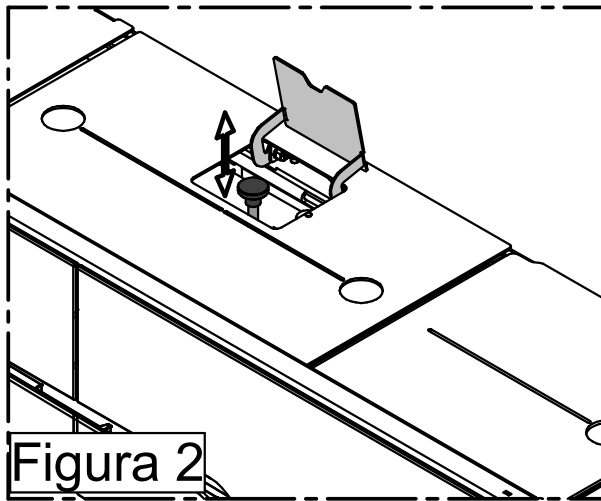

Figura 2
- Azionare energicamente la leva raschiatubi per ameno 4/5 volte consecutive (Figura 2).